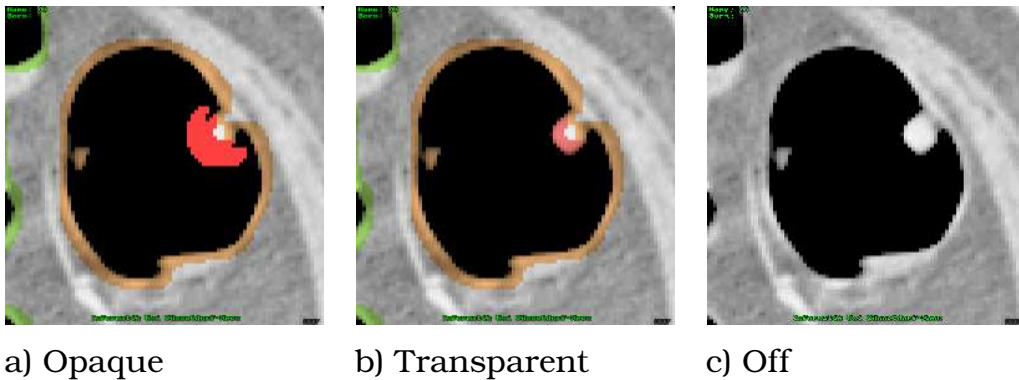

Abbildung 3.10: Overlay-Modi
Dabei stehen 3 mögliche Darstellungsarten (s. Abb. 3.10) zur Verfügung, die im Bereich (7) unter Overlay ausgewählt werden können: